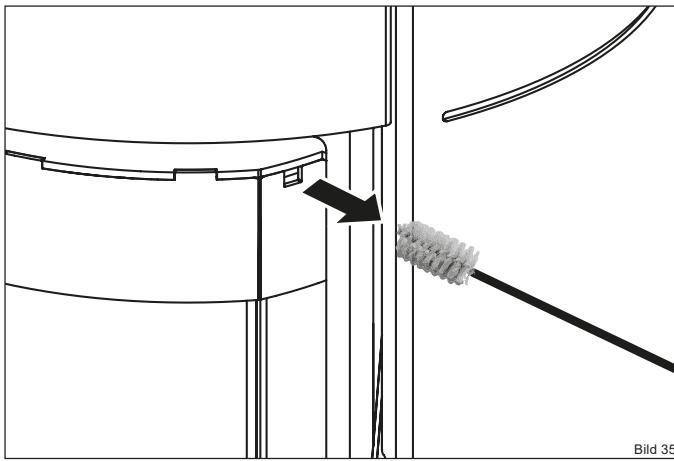

Bild 35
- Ziehen Sie die Bürste aus der Reinigungsöffnung heraus (Bild 35).